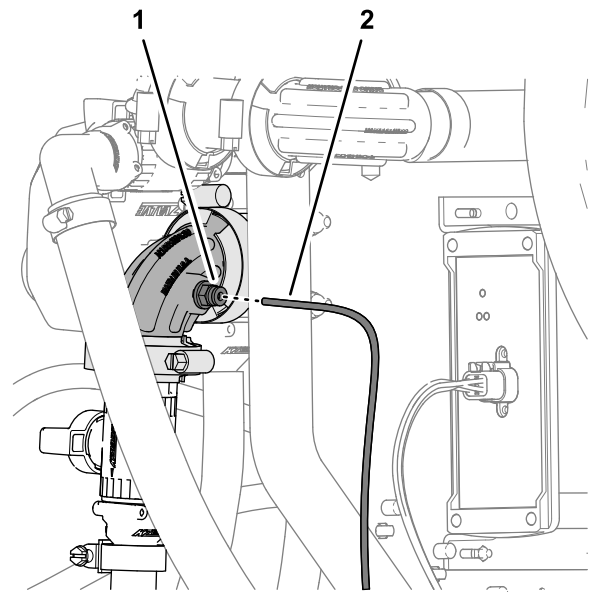

Figure 137
2. Alignez le bout du tube de détection de pression (plastique), associé au manomètre situé dans la planche de bord, et la bague de blocage du raccord de tube dans le raccord à 90° de la vanne de coupure du kit applicateur manuel ou dévidoir électrique (Figure 137).
3. Insérez le tube de détection dans la bague de blocage jusqu'à ce que le tube soit complètement engagé (Figure 137).